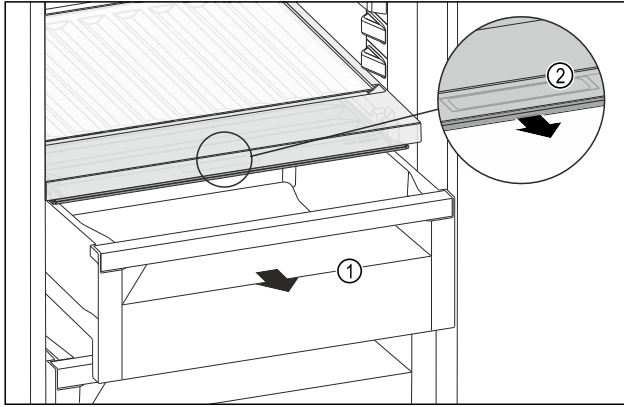

Fig. 107
- Schubfach Fig. 107 (1) herausziehen.
- Griffmulde Fig. 107 (2) am Fachdeckel anfassen und Fachdeckel gleichzeitig nach vorne ziehen.